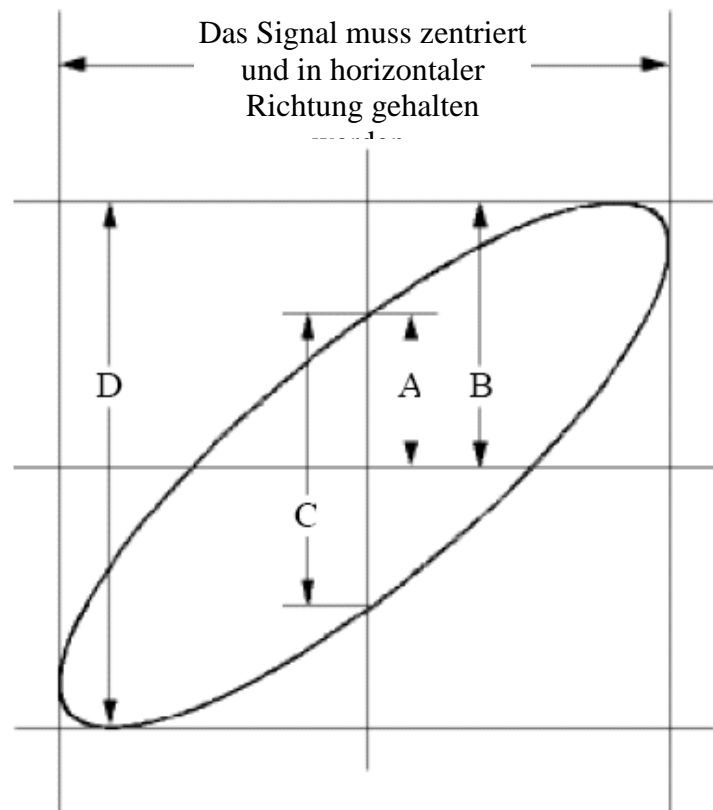

Abbildung 6-6 Lissajous-Diagramm
- (1) Stellen Sie den Dämpfungskoeffizienten des Sondenmenüs auf **10X** und den des Schalters in der Sonde auf **10X** ein (siehe "**Fehler! Verweisquelle konnte nicht gefunden werden.**" auf **P**Fehler! Textmarke nicht definiert.).
- (2) Verbinden Sie die Sonde von Kanal 1 mit dem Eingang des Netzwerks und die von Kanal 2 mit dem Ausgang des Netzwerks.
- (3) Drücken Sie die Taste **Autoset**, wobei das Oszilloskop die Signale der beiden Kanäle einschaltet und sie auf dem Bildschirm anzeigt.
- (4) Drehen Sie den Regler für die **vertikale Skala**, so dass die Amplituden zweier Signale im Groben gleich sind.
- (5) Drücken Sie die Taste **Acquire**, um das rechte Menü anzuzeigen.
- (6) Wählen Sie im rechten Menü den **XY-Modus** als **EIN**. Das Oszilloskop zeigt die Eingangs- und Anschlusseigenschaften des Netzwerks in Form eines Lissajous-Diagramms an.
- (7) Drehen Sie die Regler **Vertikale Skala** und **Vertikale Position**, um die Wellenform zu optimieren.
- (8) Mit der Methode des elliptischen Oszillogramms wird die Phasendifferenz beobachtet und berechnet (siehe *Abbildung 6-6*).